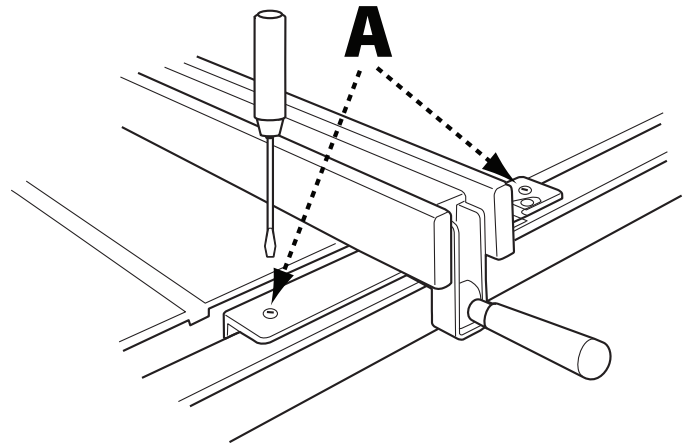

FIGURE 37
3. Si la paroi du guide n'est pas perpendiculaire à la table, libérez le levier de serrage et ajustez légèrement l'une des vis de pression à encoches (A) Figure 37 jusqu'à ce que la paroi du guide soit perpendiculaire à la table.